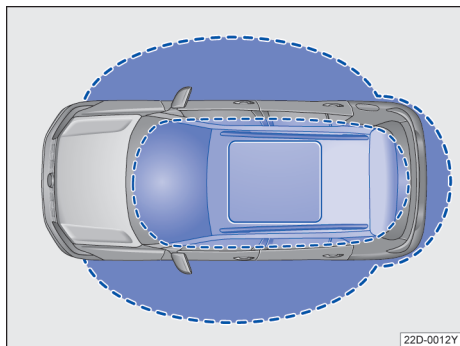
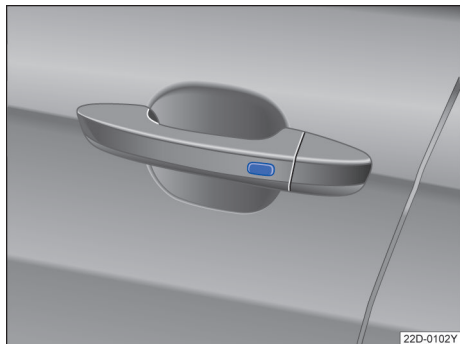

图 47 无钥匙进入闭锁/启动系统：工作范围
图 48 无钥匙系统 Kessy：车门拉手上的按钮
Kessy 是一种无钥匙系统，它可以实现在不操作遥控钥匙的情况下解锁或锁止汽车。操作者只需随身携带一把有效遥控钥匙，并处于车门或行李厢盖的有效感应区域内→图 47，同时按压车门拉手上的按钮→图 48 或按压行李厢盖上的按钮即可实现。
如果有一把有效遥控钥匙在有效感应区域内→图 47，则无钥匙系统 Kessy 会将访问权限授予该钥匙。紧接着可以在不主动操作遥控钥匙的情况下执行以下功能：
- 按压驾驶员或副驾驶员车门拉手上的按钮 → 图 48 一次。
- 按压车门拉手上的按钮 → 图 48 一次，汽车锁止。
如果在行李厢盖的有效感应区域→图 47 有一把有效的遥控钥匙。行李厢盖在通过把手按钮打开时会自动解锁。